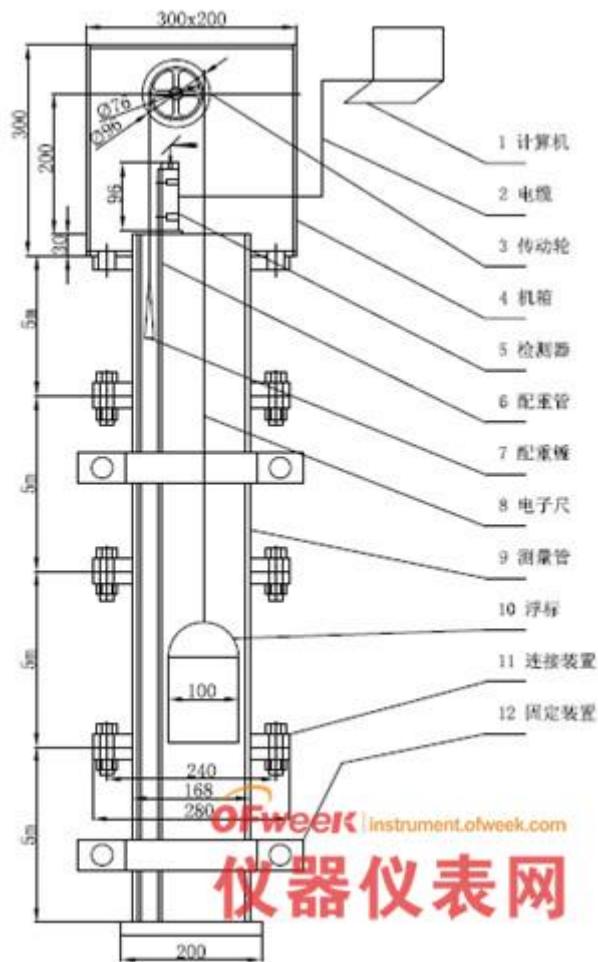

图 7 水位测量示意图
5.4 水位测量领域,用于江河湖海水位测量监控,方便科学管理,如图 7 示。